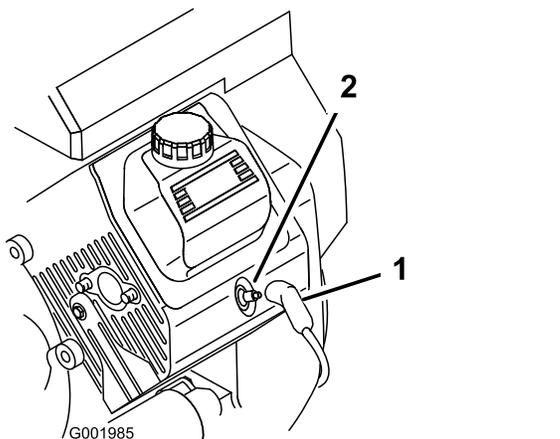

图 29
3. 将电线拉离火花塞 图 29。
3. 将电线推到火花塞上 图 29。